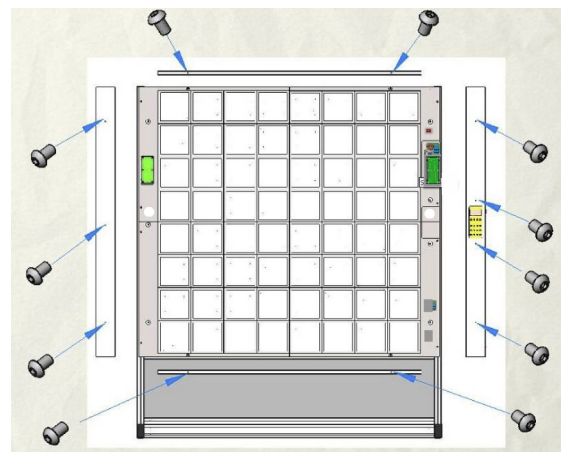

Abb. 3.1-37
Schritt 28 Die seitlichen Rahmenteile **B1 und B2** bzw. die oberen und unteren Rahmenteile **B3** sind mit den Gewindehülsen der Tastmodule zu verschrauben (**Abb. 3.1-37**). Dazu verwenden Sie bitte die mitgelieferten 11 Linsenschrauben **M6x10**. Die Schutzfolie an den Rahmenteilen ziehen Sie ab, bevor Sie die Rahmenteile festschrauben.